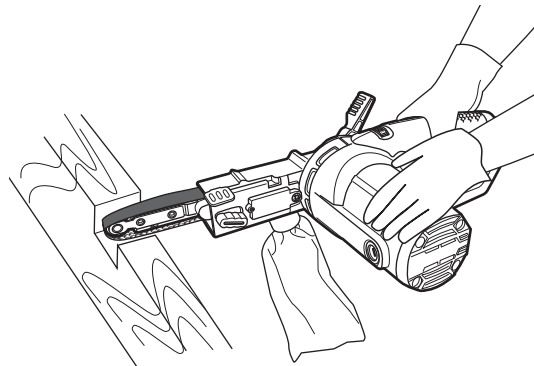

Fig. 20
- > Sujete el producto con la mano izquierda en la carcasa del motor (14) y la derecha en la empuñadura (9) (Fig. 20).